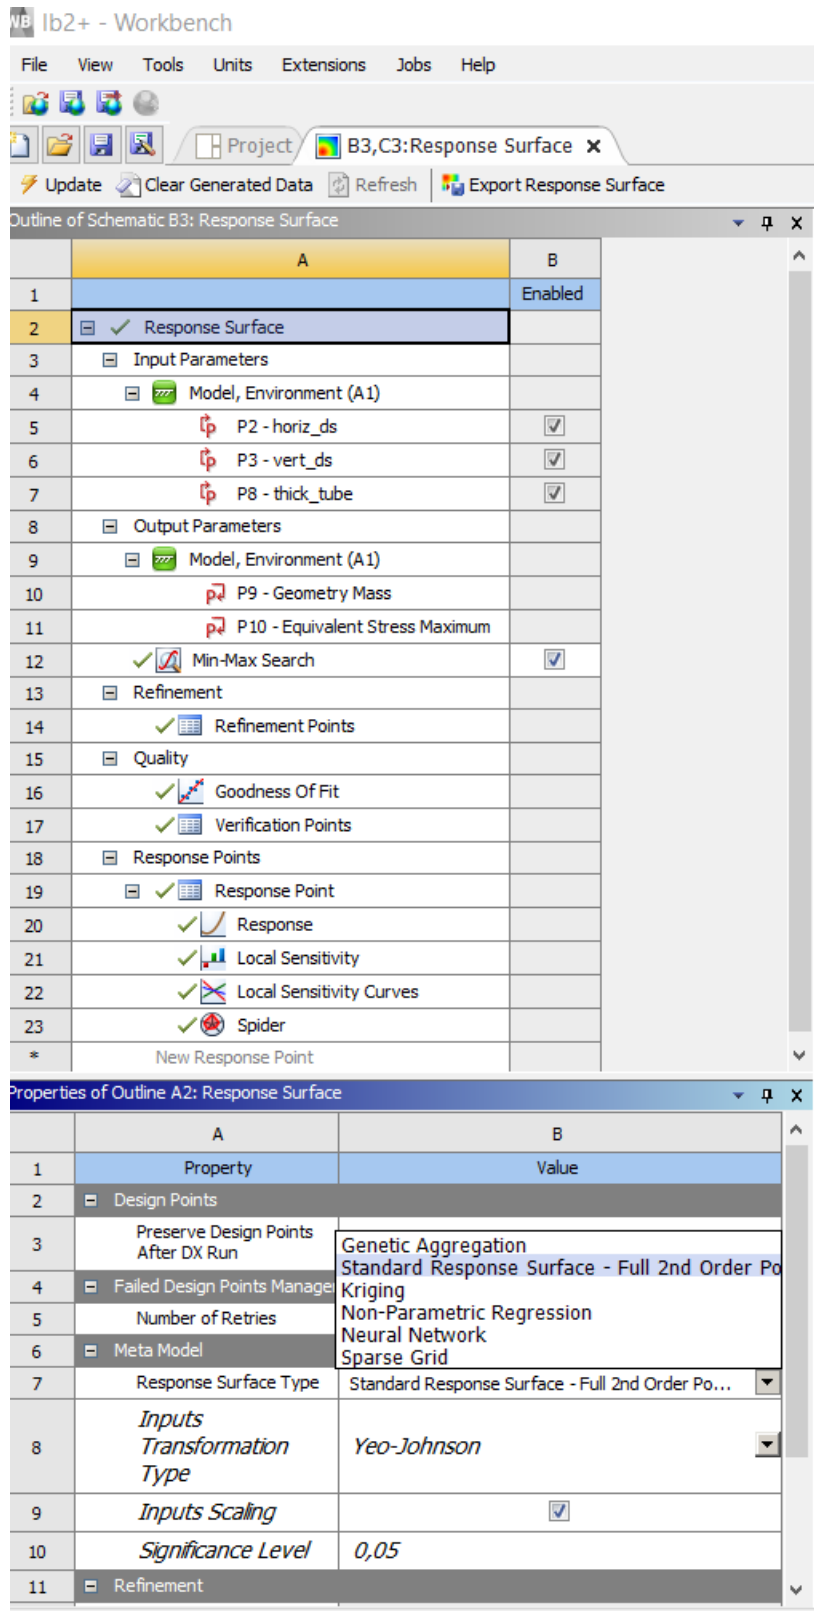

Рисунок 34 – Окно Response Surface
16. Затем возвращаемся в окно Project Schematic. В блоке Response Surface нажмите дважды на ячейку Response Surface. Затем обновите все в открывшемся окне, выбрав в таблице Outline пункт Response Surface, задайте Full 2nd-Order Polynomial – стандартный алгоритм построения метамоделей в таблице Properties of Outline (рисунок 34).
17. На панели Outline в разделе Response Points мы видим, что была сгенерирована одна точка вместе с ее диаграммой (рисунок 34). Выбрав